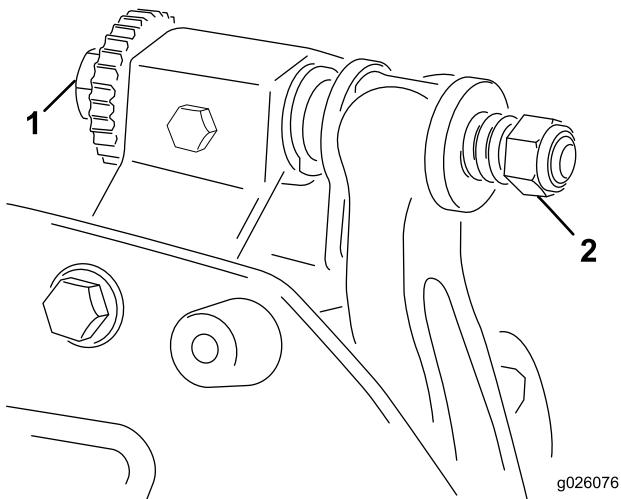

Figura 10
- Inclinate l'unità di taglio per esporre la controlama e il cilindro. **Accertatevi che i dadi o l'estremità posteriore delle viti di regolazione della barra di appoggio non poggiino sul piano di lavoro** (Figura 10).